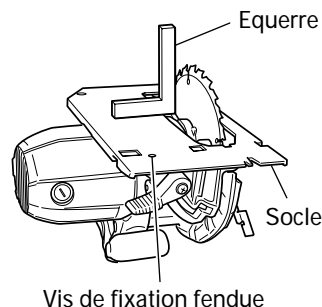

Fig. 20
- (1) Retourner le socle (Fig. 20) et desserrer le levier (A).